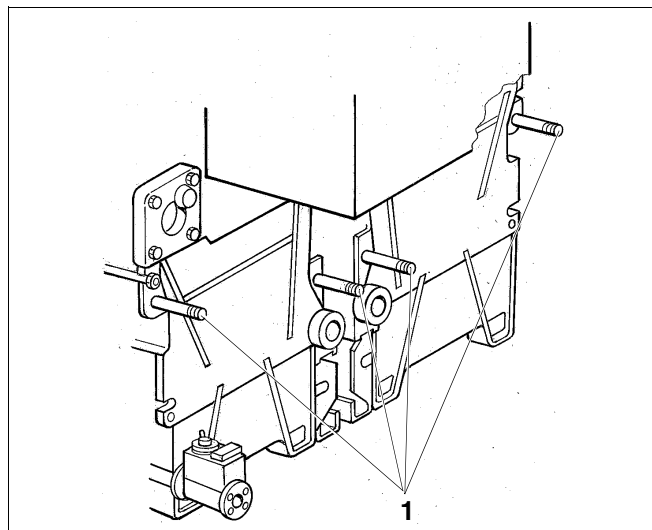

Fig. 43 Visser les distanceurs
- Visser les quatre distanceurs M8x75 (fig.43, **pos.1**) pour la fixation des parois arrière (écrou avec rondelle sertie à l'arrière, rondelle à l'avant).